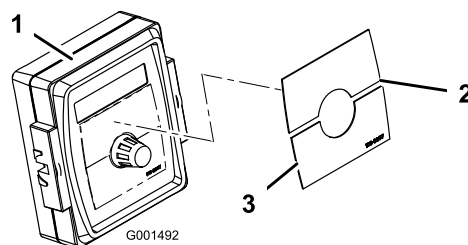

Figura 4
1. Coloque o autocolante Spray Pro no monitor (Figura 4).